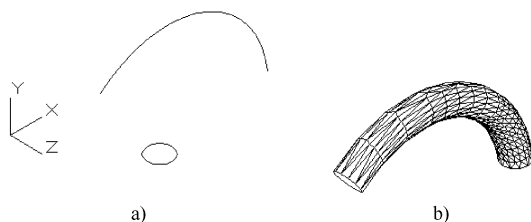

图 12-17 沿路径曲线拉伸
(3) 方向 (D): 通过指定的两点指定拉伸的长度和方向。
(4) 路径 (P): 以现有图形对象作为拉伸创建三维实体或曲面对象。图 12-17 所示为沿圆弧曲线路径拉伸圆的结果。
(5) 倾斜角 (T): 用于拉伸的倾斜角是两个指定点间的距离。
(6) 表达式 (E): 输入公式或方程式以指定拉伸高度。